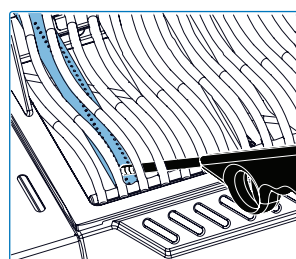

Fig. 11
1. Aprire il coperchio del bruciatore/della griglia. (**Fig. 11, Fig. 12**)